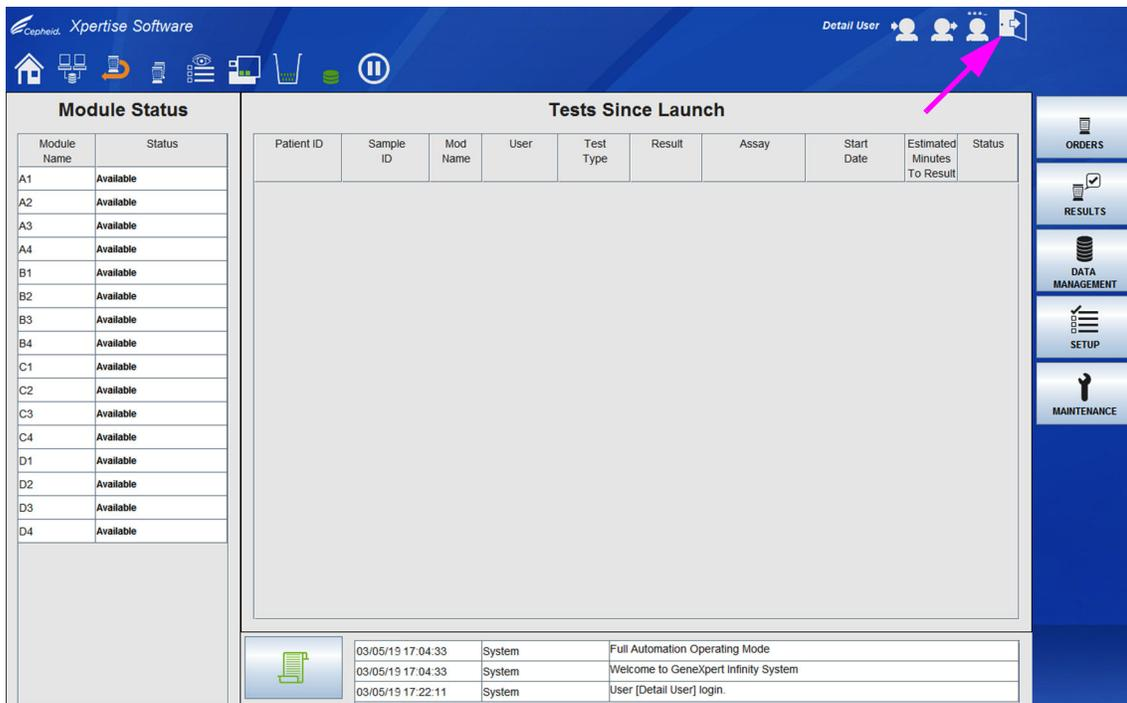
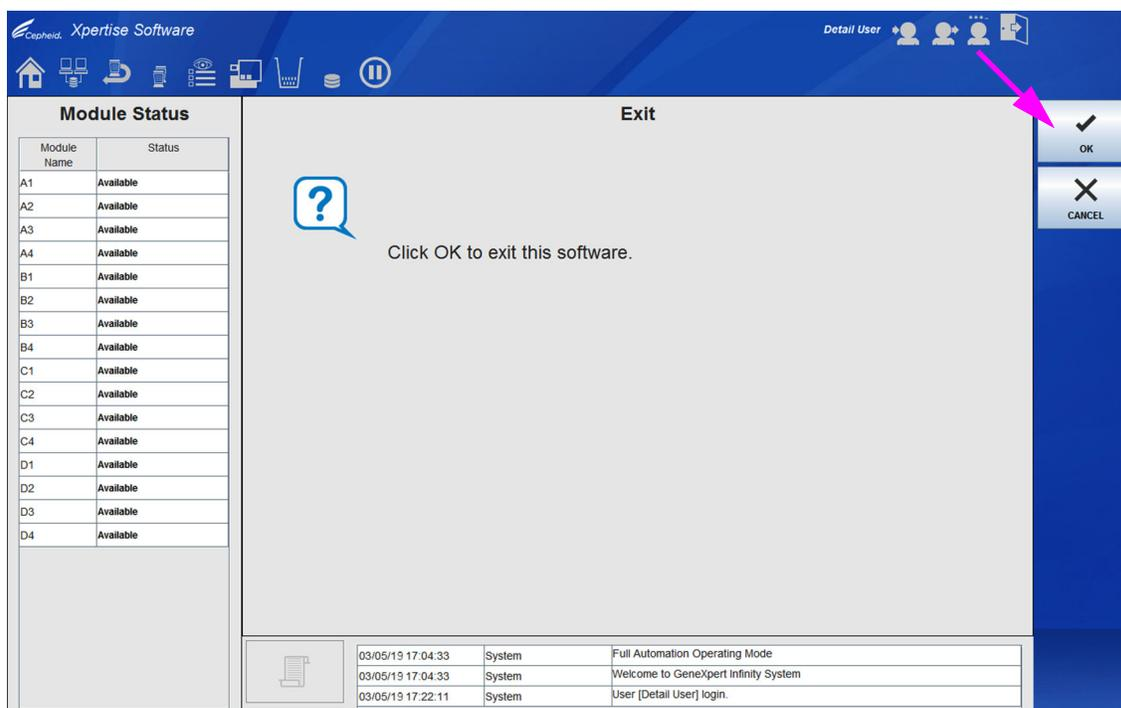

图 2-71. Xpertise 软件主页工作区
图 2-72. 软件退出 (Exit) 工作区确认
2. 选择位于工作区右上角的**退出**图标退出 Xpertise 软件 (Xpertise Software) (参见图 2-71)。软件退出 (Exit) 确认会显示。请参见图 2-72。
3. 选择**确定 (OK)** 按钮 (参见图 2-72)。
选择**取消 (CANCEL)** 按钮 (参见图 2-72) 以便不退出 Xpertise 软件并返回 Xpertise 软件主页 (Xpertise Software Home) 工作区。